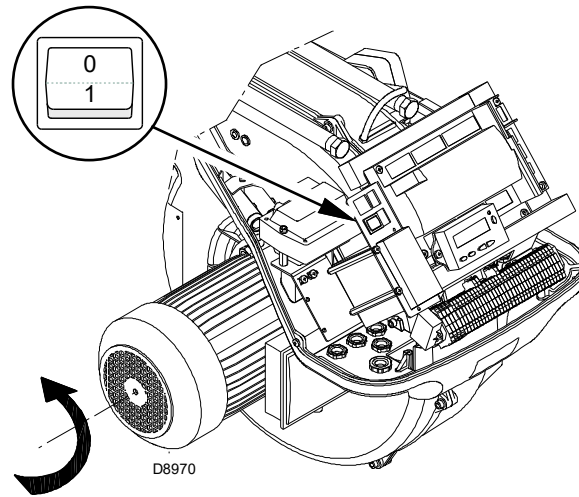

Рис. 30
Замкните термостаты/реле давления и установите выключатель Рис. 30 в положение «1».
Как только горелка включится, встаньте напротив охлаждающей внутренней крыльчатки двигателя вентилятора и проверьте, чтобы она вращалась против часовой стрелки. См. Рис. 30.
- Установите выключатель Рис. 30 в положение «0» и подождите, пока автомат горения не выполнит процедуру отключения.
Горелка находится в режиме ожидания тепла или переключатель «0-1» (Рис. 30 на стр. 34) установлен в положении «0».
С помощью переключателя «**0-1**» (Рис. 30 на стр. 34) горелка не остановится сразу, а выполнит стадию выключения.